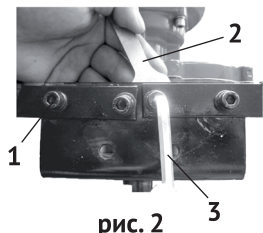
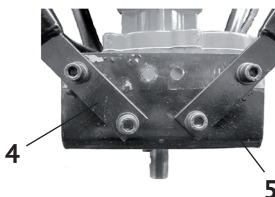

рис. 2
рис. 3
Рукоятки могут крепиться к планке в двух положениях: горизонтально – рис.2 или под углом – рис.3
- совместить крепёжные отверстия пластины рукоятки (рис.3 поз.4) и планки соединительной (рис.3 поз.5);
- вставить болты крепления (рис.2 поз.1);
- используя рожковый (рис.2 поз.2) и шестигранный (рис.2 поз.3) ключи из комплекта поставки, скрепить болтовые соединения.